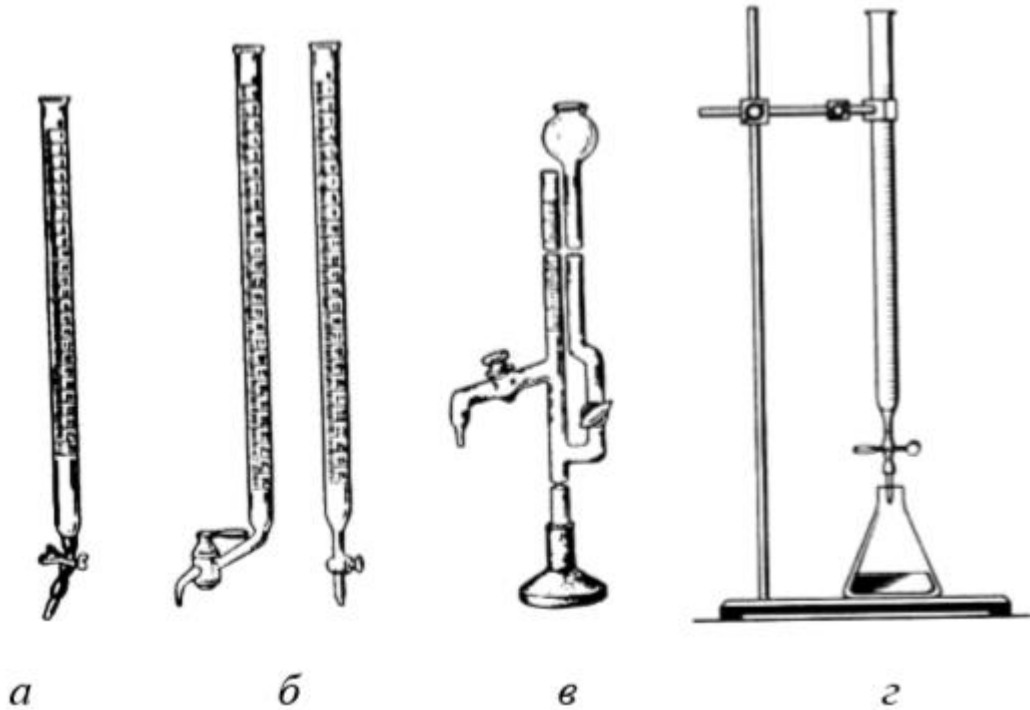

Рис. 3 – Бюретки: а – с зажимом Мора, б – с краном, в – микробюретка, г – крепление бюретки для титрования.
*Бюретки* (рис. 3) служат для измерения объёма выливаемой жидкости.
Бюретки могут быть со стеклянным краном и без крана (с зажимом или специальным шариковым запором). Наиболее часто применяются бюретки на 25 и 50 мл. Деления бюретки соответствуют миллилитрам и их десятым долям. В лабораторной практике бюретки в основном используются для титрования. Крепление бюретки для титрования изображено на рис. 3, г.